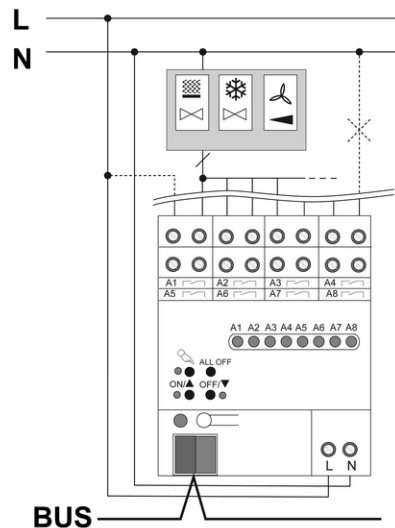

Bild 3: Anschlussbeispiel – Lastanschluss für 1 Fan-Coil-Ausgang
- Busleitung mit Anschlussklemme anschließen (Bild 3).
- i** Ein Fan-Coil-Ausgang mit bis zu sechs Lüfterstufen: siehe Anschlussbeispiel (Bild 3). Informationen zur Belegung der Ausgänge in (Tabelle 2), (Bild 4) und (Bild 5).